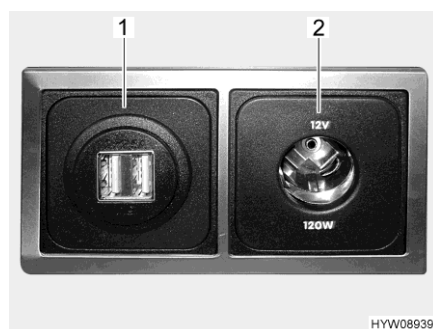

Fig. 87 Combinazione di presa USB e 12 V (esempio)
- Presa USB** È possibile caricare le batterie di dispositivi con corrente di carica fino a 2,5 A, collegando i dispositivi alla presa USB (Fig. 87,1).
- Presa a 12 V** La presa da 12 V (Fig. 87,2) consente di collegare apparecchi con consumo di corrente massimo pari a 10 A (potenza pari a 120 W).